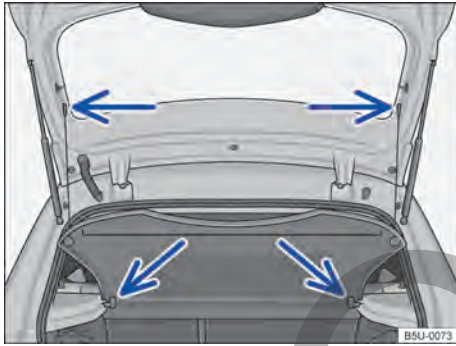

Fig. 165 En el maletero: desmontar y montar la bandeja trasera.
- Desprender los cordones de retención del soporte del portón trasero → fig. 165 (flechas superiores).
- Retirar la bandeja trasera hacia atrás y hacia afuera de los soportes laterales → fig. 165 (flechas inferiores).
- Empujar la bandeja trasera hacia adelante, introduciéndola en los soportes laterales → fig. 165 (flechas inferiores).
- Encajar los cordones de retención en la portón trasero → fig. 165 (flechas superiores).